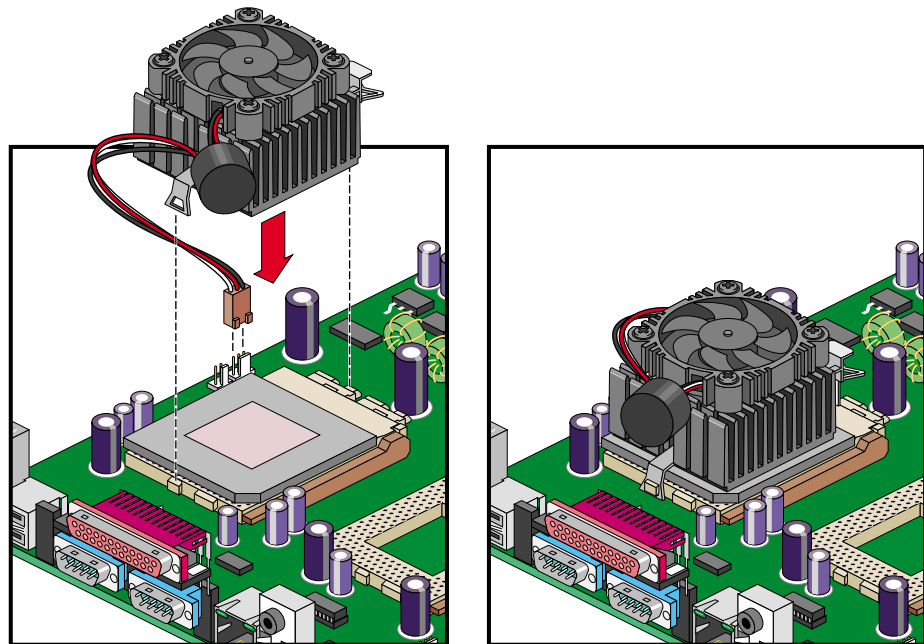

Abbildung 3-3 Anbringen der Metallhalterung
4. Bringen Sie eine Seite der Metallhalterung des Lüfters/Kühlkörpers am CPU-Steckplatz an, und drücken Sie die andere Seite der Metallhalterung vorsichtig nach unten, bis die Halterung einrastet (siehe Abbildung 3-3).